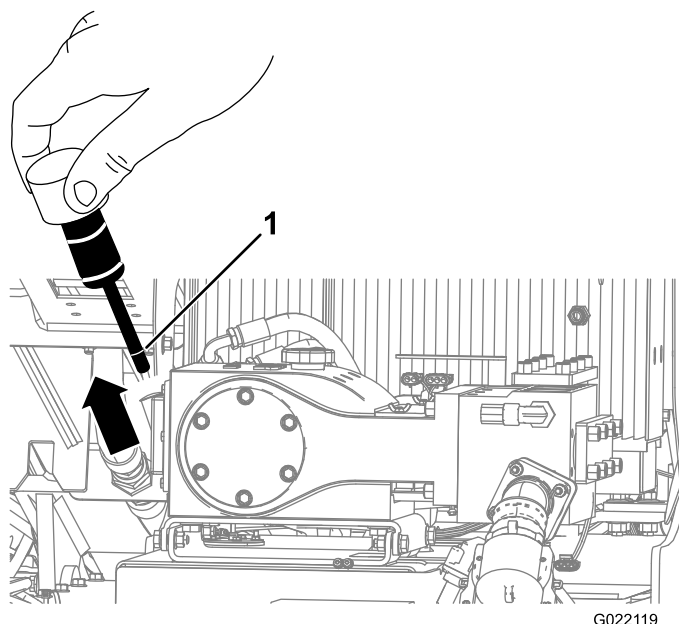
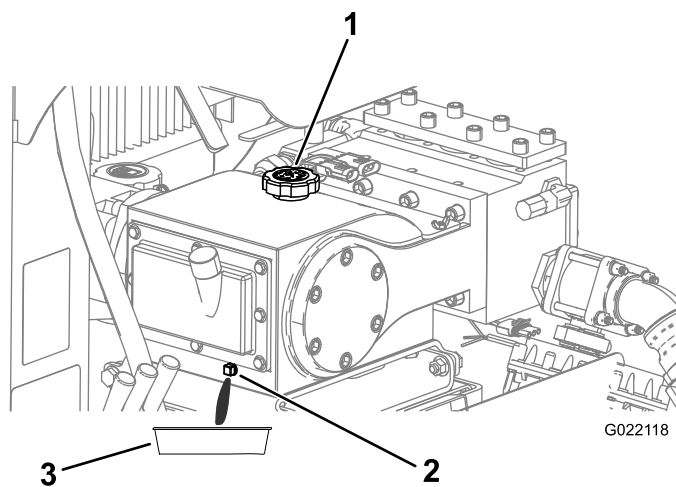

Figura 149
Figura 150
3. Retire la varilla de aceite (Figura 149).
4. Asegúrese de que el nivel de aceite llega a la línea de llenado de aceite (Figura 149).
4. Retire el tapón de vaciado y coloque un recipiente debajo del orificio del tapón de vaciado (Figura 150).
6. Deje que se drene el aceite del tapón de vaciado en el recipiente (Figura 150).
8. Retire el tapón de llenado de aceite (Figura 150) y añada aproximadamente 1.9 litros (2 cuartos de galón) de aceite, hasta que el aceite llegue a la línea de llenado de aceite de la varilla, según se muestra en (Figura 149).